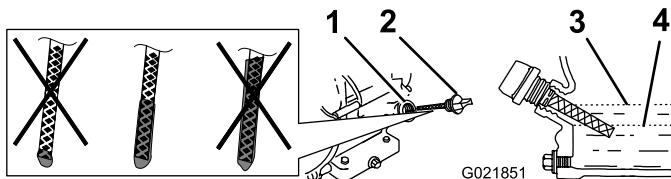

Figura 10
4. Limpie alrededor de la varilla (Figura 10) para impedir que caiga suciedad por el orificio de llenado y cause daños en el motor.
6. Introduzca la varilla a fondo en el orificio de llenado, pero **no la enrosque** (Figura 10).
7. Retire la varilla de nuevo e inspeccione el extremo. Si el nivel de aceite del motor es bajo, vierta lentamente por el orificio de llenado sólo la cantidad de aceite necesaria para que el nivel llegue a la marca Full (lleno) de la varilla (Figura 10).